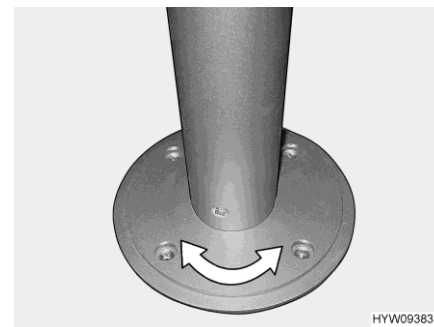

Fig. 85 Base de pedestal (giratoria)
- Girar el tablero de la mesa a la posición deseada. Para ello, se requerirá un poco de esfuerzo ya que el tablero de la mesa gira contra la resistencia por fricción en la base de pedestal (Fig. 85).